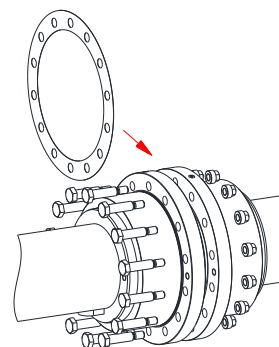

Bild 31
- Montera plantätning (komponent 5) och förskruva hylsan alternativt hylsa och fasta nav med sexkantspassbultar (komponent 3) och muttrar (komponent 4), använd angivet åtdragningsmoment (tabell 9) (se bild 31).